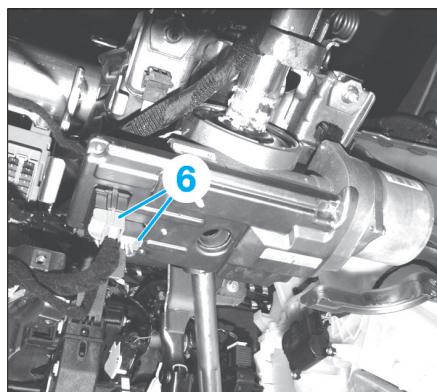

Fig. 12
- Débrancher les connecteurs (6) du module électronique EPS (Fig.12).